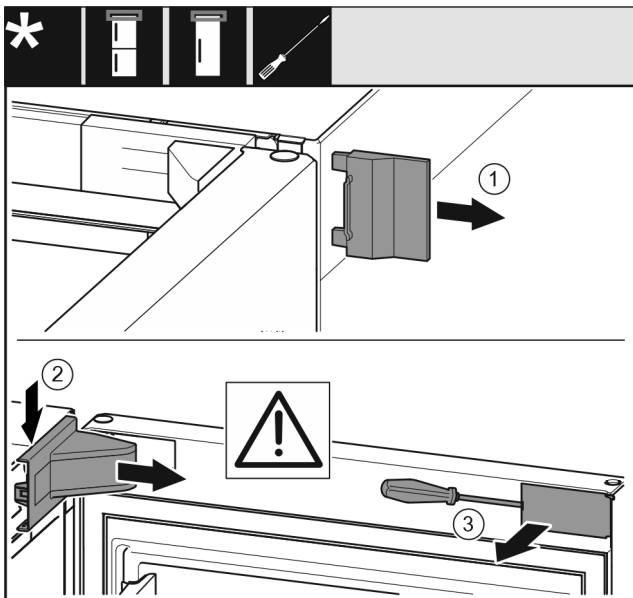

Fig. 5
- ▶ Tag den udvendige afdækning af. Fig. 5 (1)
- ▶ Klik hængselkonsollens afdækning ud, og løsn den. Tag hængselkonsollens afdækning af. Fig. 5 (2)
- ▶ Løsn blindpladen med en flad skruetrækker, og drej den til side. Fig. 5 (3)